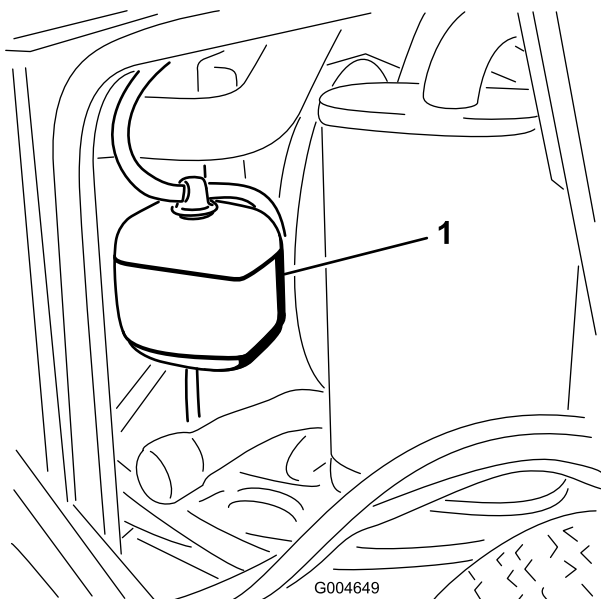

Figura 54
1. Controllate il livello di refrigerante nel serbatoio di espansione (Figura 54). Il livello di refrigerante deve essere compreso tra i segni previsti sul lato del serbatoio.